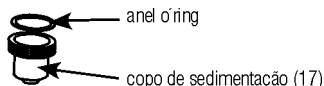

Fig. 33 – Limpeza dos componentes
- d. Desmonte o sistema retirando o filtro de combustível, o anel o'ring e o copo de sedimentação (fig. 33).